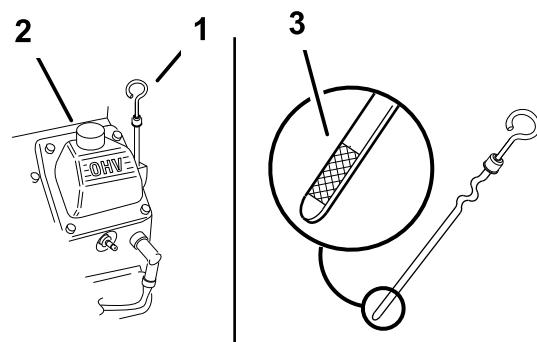

Figura 21
3. Pulite attorno all'asta di livello (Figura 21) in modo che la morchia non possa penetrare nel foro di rifornimento e danneggiare il motore.
4. Svitate l'asta di livello dell'olio e pulitene l'estremità (Figura 21).
5. Inserite a fondo l'asta di livello nel tubo di rifornimento, senza avvitarla (Figura 21).
6. Versate lentamente nel tubo di rifornimento (Figura 21) l'80% circa dell'olio indicato.